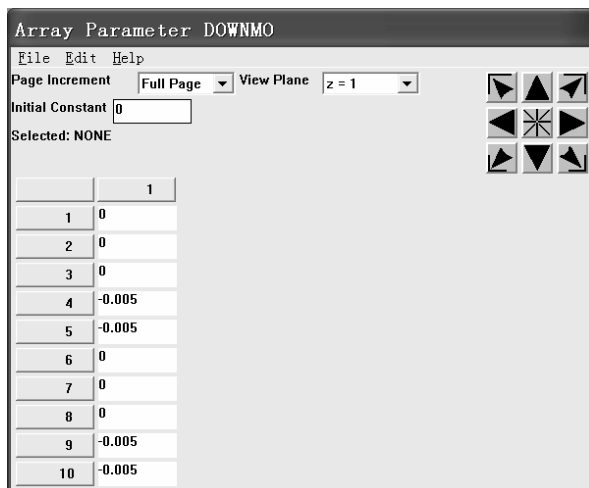

图 10-101 “Array Parameter DOWNMO” 窗口
(22) 单击“Array Parameter UPMO”窗口左上角的“File”下拉菜单，再单击下拉菜单中出现的“Apply”，再次单击“Array Parameter UPMO”窗口左上角的“File”下拉菜单，接着单击下拉菜单中出现的“Quit”返回到“Array Parameters”窗口。
(23) 用鼠标左键单击选中“Array Parameters”窗口中的“DOWNMO”，然后单击“Edit...”按钮，弹出“Array Parameter DOWNMO”窗口（见图 10-101）。在“Array Parameter DOWNMO”窗口左下方的 10 个方框中依次填入“0”、“0”、“0”、“-0.005”、“-0.005”、“0”、“0”、“0”、“-0.005”、“-0.005”。
(24) 单击“Array Parameter DOWNMO”窗口左上角的“File”下拉菜单，再单击下拉菜单中出现的“Apply”，再次单击“Array Parameter DOWNMO”窗口左上角的“File”下拉菜单，接着单击下拉菜单中出现的“Quit”返回到“Array Parameters”窗口。
(25) 单击“Array Parameters”窗口中的“Close”按钮关闭该窗口。